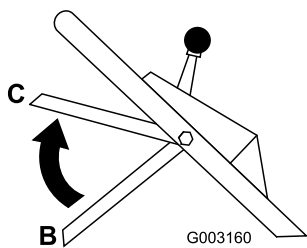

Figura 18
3. Levante la barra de control hasta la posición central, unas 13 cm por debajo del travesaño del manillar (Posición C en Figura 18).
4. Suelte la barra de control de la cuchilla (Posición B en Figura 18).